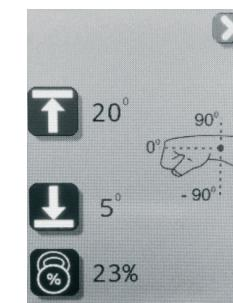

Рисунок 5.5 – Дисплей режима установок параметров мотора
- 5.3. Дисплей режима установок параметров механизма (см. рис. 5.5):